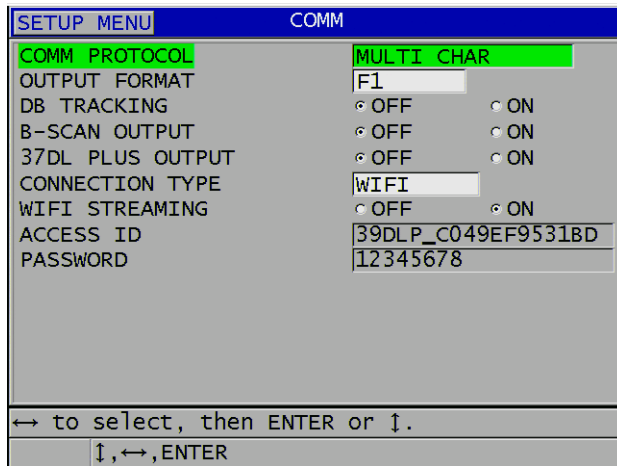

Figura 14-5 Configurar o Wi-Fi
4. Na tela **COMM** (COMUNICAÇÃO), defina o **CONNECTION TYPE** (TIPO DE CONEXÃO) como **WIFI** (WI-FI) (consulte Figura 14-5 na página 283).